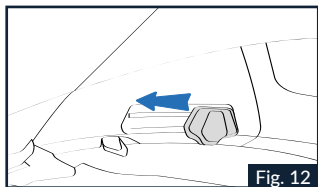

Fig. 12
1.1 Pour activer le VPS, actionner le curseur comme le montre la Fig.12, jusqu'à ce qu'on entend le déclic confirmant le positionnement souhaité du VPS. Le VPS peut être réglé dans une série de positions intermédiaires, afin de garantir à l'utilisateur le meilleur confort selon ses conditions d'utilisation.
3.1. Ouvrir la mentonnière du casque et baisser complètement le VPS (voir les instructions précédentes). (Fig.12).
4.1 Ouvrir la mentonnière du casque et actionner le curseur latéral jusqu'à fin de course (voir les instructions précédentes) (Fig. 12).